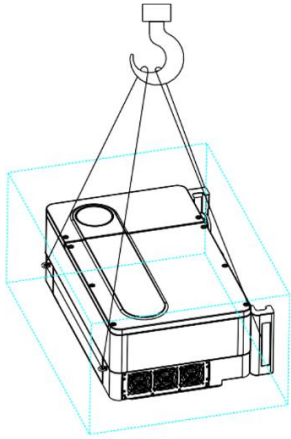

Abb. 5.7
- 1) Befestigen Sie, wie in Abbildung 5.7 dargestellt, ein Seil an Ringen und Griffen. Heben Sie den Wechselrichter aus der Verpackung und bringen Sie ihn zum Montageort.